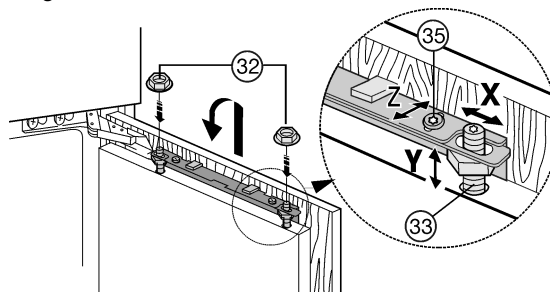

Fig. 21
- De kastdeur op de stelbouten Fig. 21 (33) inhangen en contraoeren Fig. 21 (32) losjes op de afstelbouten draaien.
- Kastdeur qua hoogte Y en qua zijwaartse helling uitlijnen: Stelbouten Fig. 21 (33) met een schroevendraaier afstellen.
- Contraoeren Fig. 21 (32) vastdraaien.